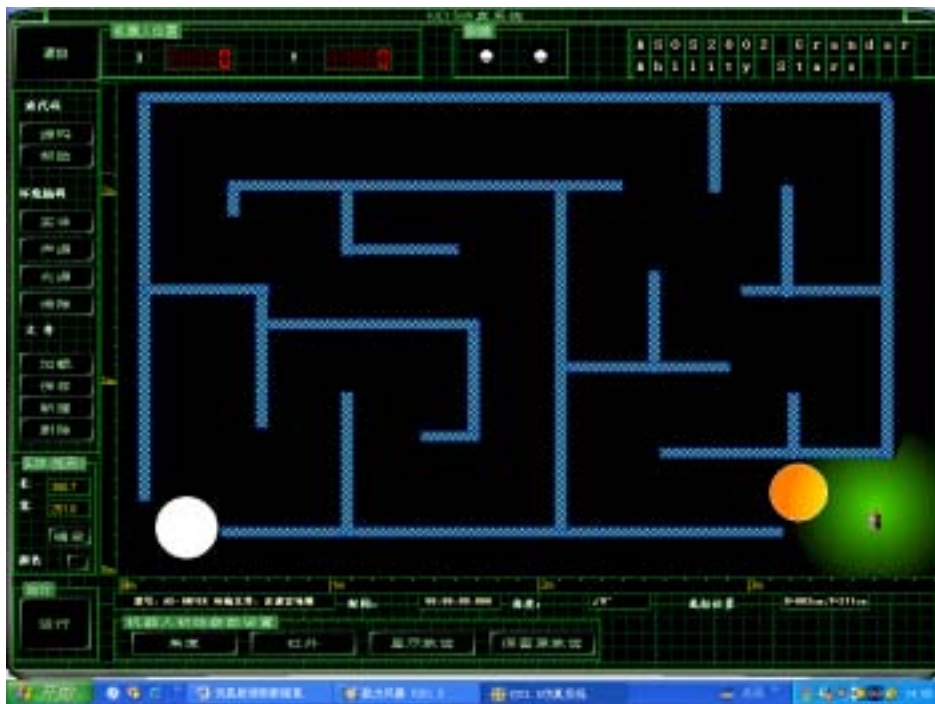

图5 - 1 机器人走迷宫场地
**项目内容：**第一步，运用 VJC1.5 仿真版中的障碍物、图带、光源和声源，设计一座迷宫，参见图 5 - 1。第二步，为机器人编制程序，让机器人从迷宫的入口进去，从出口处走出来。在图 5 - 1 中，左下是机器人的入口，右下是机器人的出口。